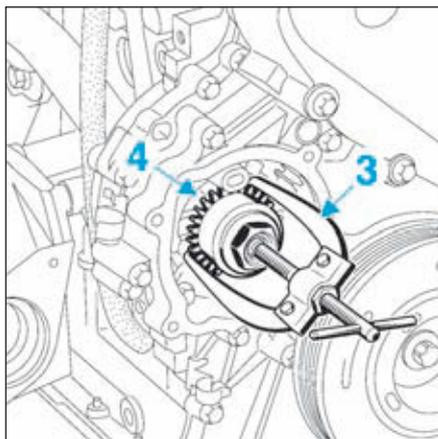

FIG.131
- A l'aide d'un extracteur approprié (3), déposer le pignon de la pompe (4) (Fig.131).